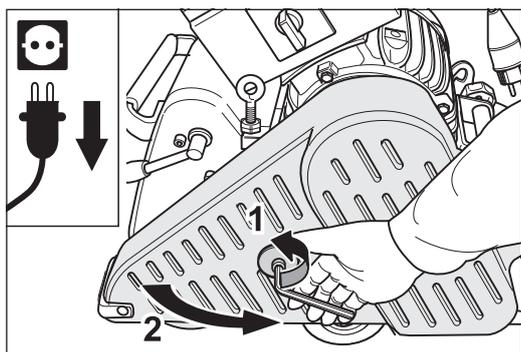
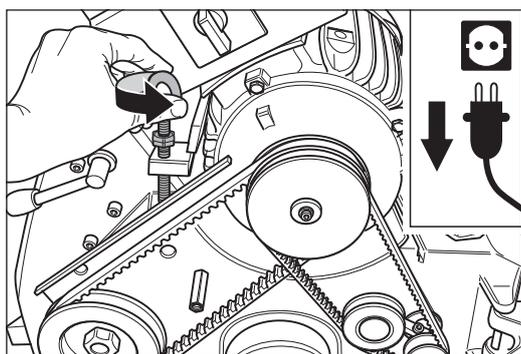

Fig. 49 Extraiga el conector de red y abra la protección de la correa.
Fig. 50 Destense las correas trapezoidales aflojando el cáncamo de elevación.
- 2 Para quitar las correas trapezoidales, abra la protección de las correas (Fig. 49) y destense las correas trapezoidales aflojando el cáncamo de elevación (Fig. 50).